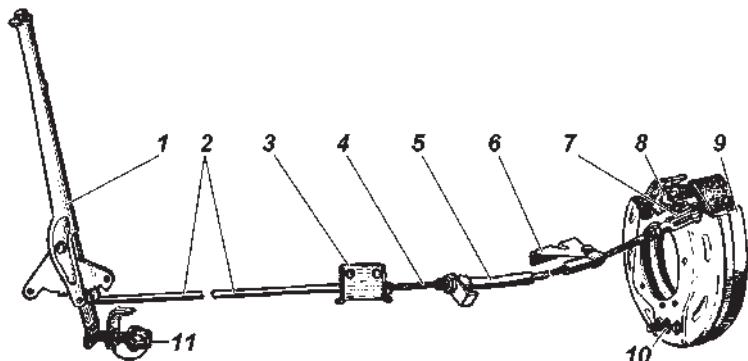

Рис. 9.39. Привод стояночного тормоза:
2. Переместите рычаг 1 (рис. 9.39) стояночного тормоза в крайнее переднее положение.